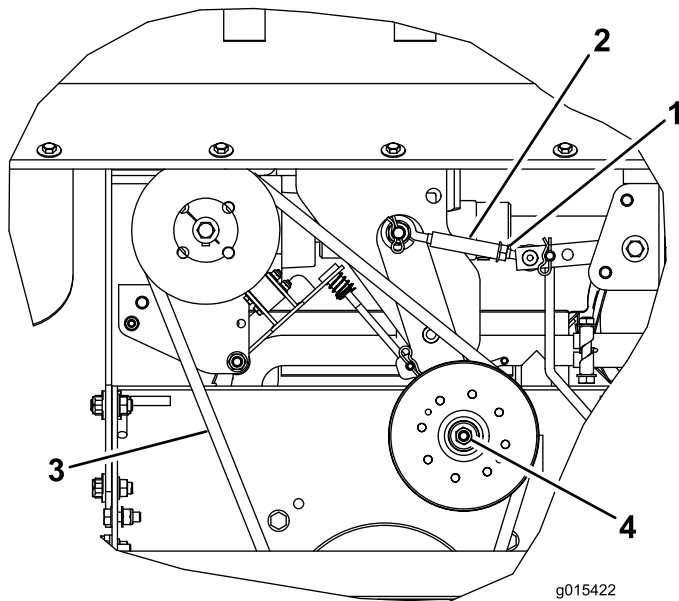

Bild 11
Prüfen Sie den Riemen visuell (Bild 11), achten Sie auf Schmutz, Abnutzung, Risse und Anzeichen einer Überhitzung. Tauschen Sie den Riemen aus, wenn er stark abgenutzt ist oder Zeichen von Beschädigungen aufweist.
Hinweis: Bild 11 stellt den Riemen aus Sicht von unten dar; der Riemen kann jedoch von oben oder unten (nach Entfernen der relevanten Schutzvorrichtung) geprüft, eingestellt oder ausgetauscht werden.
Führen Sie die folgenden Schritte aus, um den Riemen auszutauschen; beziehen Sie sich ständig auf Bild 11:
Die richtige Riemenspannung ist eine Kraft von 4,5 kg, um den Riemen in der Mitte des längsten Riemenverlaufs um 13 mm durchzubiegen (Bild 11).
- A. Lockern Sie die Sicherungsmutter (Bild 11)